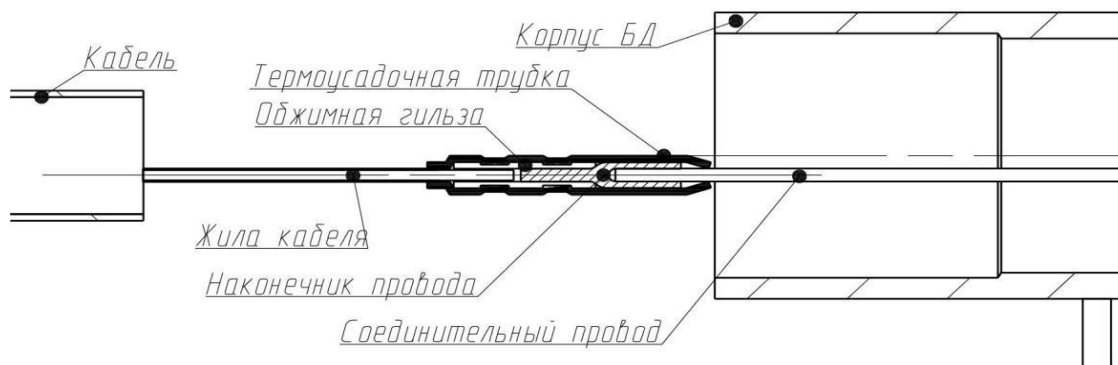

Рис. 9.9 Соединение жил кабеля с проводами извещателя неизолированными гильзами типа ГМЛ.
- неизолированными гильзами типа ГМЛ 1,5 с обязательным изолированием каждой из них термоусадочной трубкой из ремонтного комплекта извещателя согласно Рис.9.9